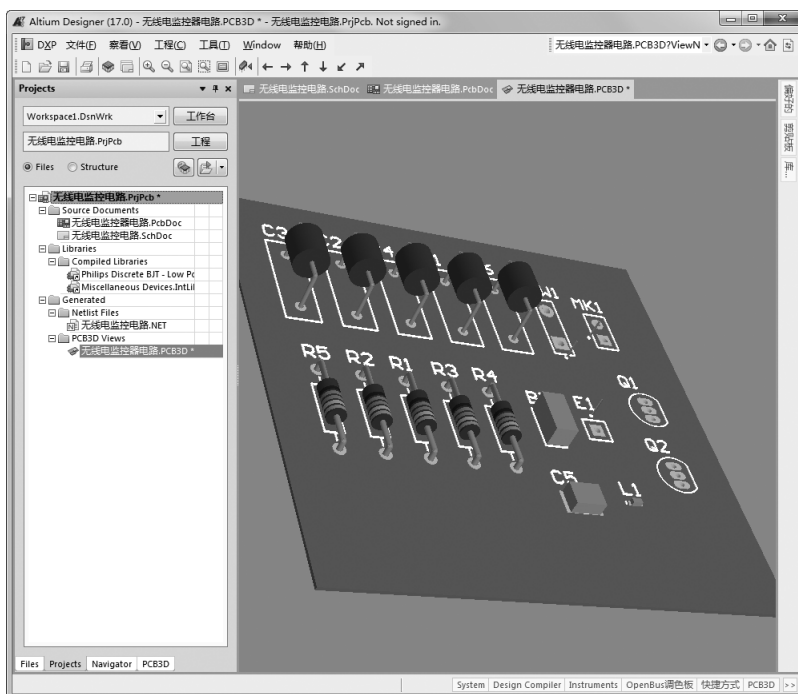

图 8-54 PCB 3D 效果图
- (4) 选择菜单栏中的“工具”→“遗留工具”→“3D 显示”命令，系统生成该 PCB 的 3D 效果图，加入到该项目生成的“PCB 3D Views”文件夹中，如图 8-54 所示。